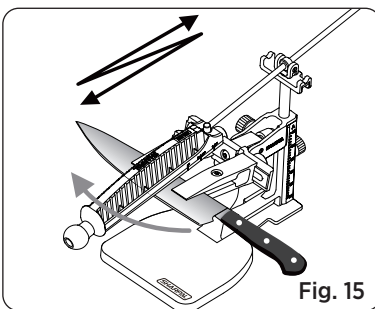

Fig. 15
2. Aplique una presión ligera con movimientos largos y suaves, comenzando en la base de la cuchilla. Deslice la placa abrasiva de un lado a otro a lo largo del filo hacia la punta. Deténgase en la punta de la cuchilla (Ver Fig. 15).